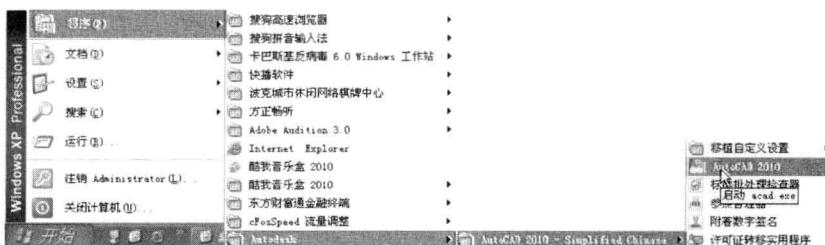

图 2-1 从“开始”菜单打开 AutoCAD 2010 应用程序
- (1) 双击桌面上的 AutoCAD 2010 快捷图标。
- (2) 打开“开始”菜单 ,鼠标移至程序,在程序的子菜单中找到“Autodesk”,其子菜单显示 AutoCAD 2010 快捷图标,单击即可打开。如图 2-1 所示。